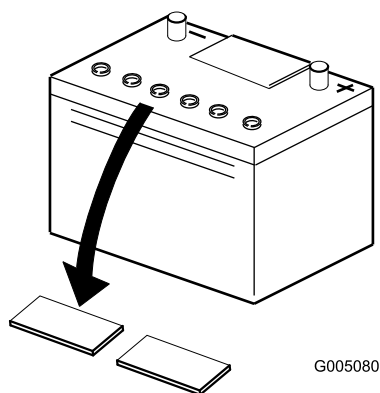

Figura 4
2. Limpe a parte superior da bateria e retire as protecções das aberturas de ventilação (Figura 4).